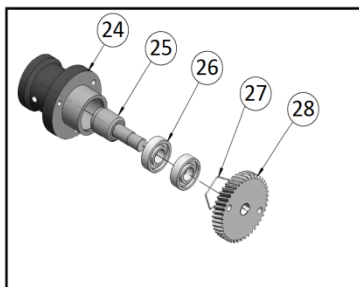

Fig. 1 – Componentes de reposição
- ✚ Para empurrar a carne no BOCAL (Fig. 1, nº 22), utilize apenas o *SOQUETE* (Fig. 1, nº 31), nunca utilize qualquer outro instrumento para auxiliar a colocação de carne no bocal.